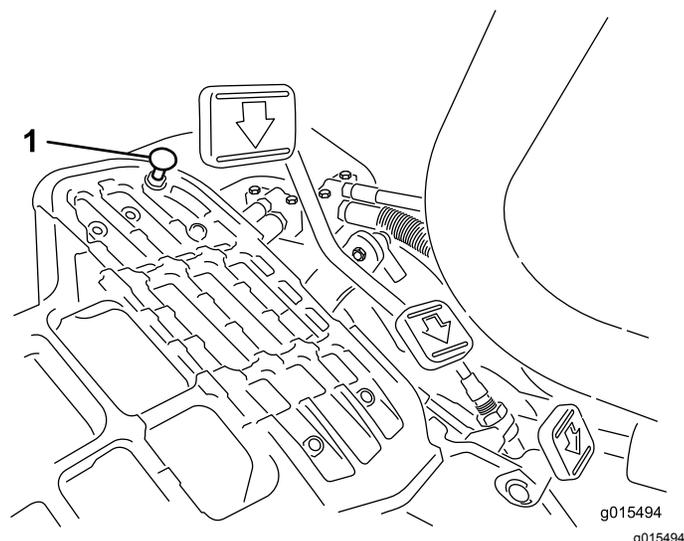

図 54
走行ペダルを踏み込んでみてください。ケーブルに張力が掛かる前にペダルがストップ 図 54 に当たる場合には調整が必要です。
1. ペダルストップをフロアプレートに固定しているフランジヘッドロックナットをゆるめる 図 54。